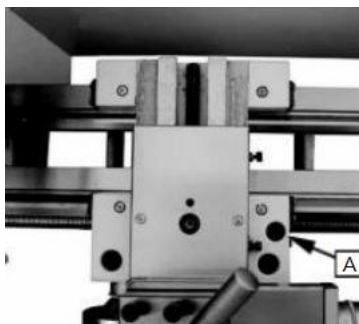

Figa. 9
1. Nagły wypadek Przycisk WŁ./WYŁ. Przełącznik (D, Figa. 9)
2. Przełącznik (E, Figa. 9)
3. Zmienna prędkość Kontrola Przełącznik (F, Figa. 9)